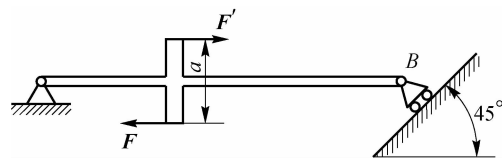

图 1-6
5. 如图 1-6 所示,梁 AB 长 l , 在梁上作用一力偶, 如不计梁的重量, 求 A、B 两点的约束反力。